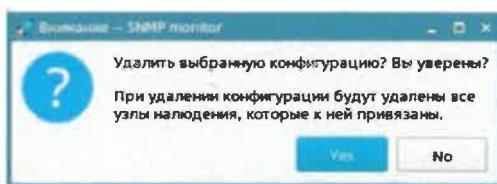

Рис. 14 – Удаление конфигурации
- **Удалить**  – после подтверждения (Рис. 14) происходит удаление выбранной конфигурации.